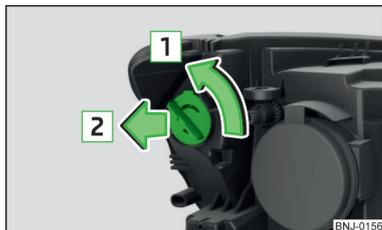

Fig. 211
- Rodar o casquilho com a lâmpada incandescente no sentido da seta **1** » Fig. 211.